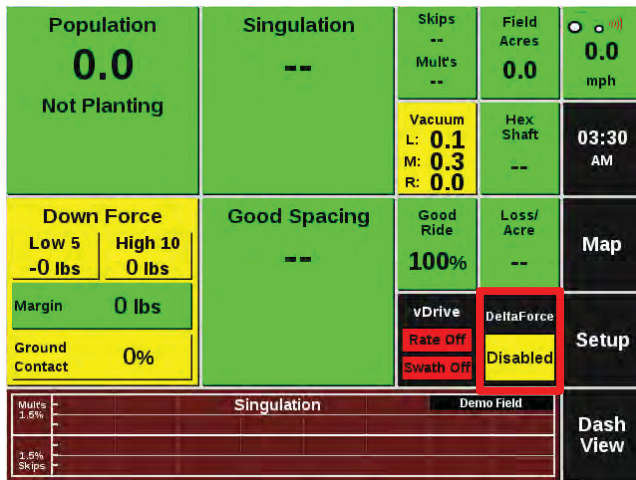

Ilustración 4
1.7 En la pantalla "Inicio", aparecerá "DeltaForce" en el tablero de instrumentos. Consulte la Ilustración 4.